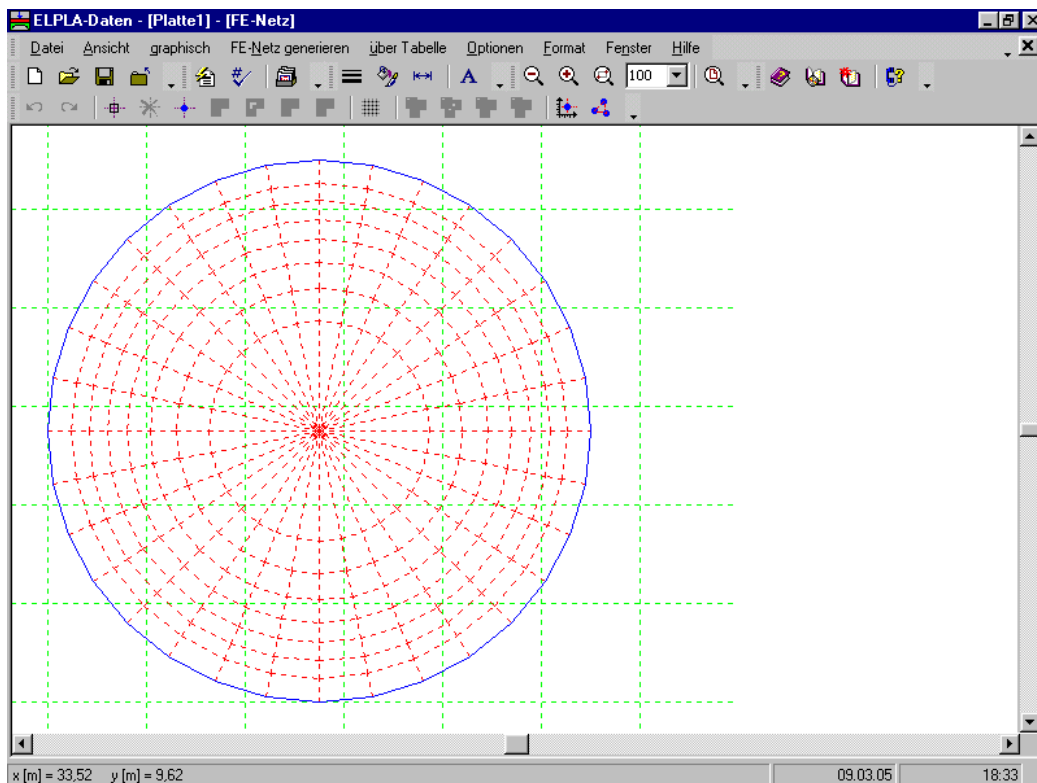

Bild 3-12 Generiertes FE-Netz auf dem Bildschirm
*ELPLA* generiert ein geeignetes FE-Netz für die kreisförmige Platte von 22 [m] Durchmesser mit 8 kreisförmigen Teilungen. Das folgende eingebettete Programm im Bild 3-12 erscheint mit dem generierten Netz.
- Wählen Sie den Befehl "FE-Netz speichern" aus dem "Datei"-Menü im Bild 3-12, um die Daten des FE-Netzes zu speichern
- Wählen Sie "FE-Netz schließen" aus dem "Datei"-Menü im Bild 3-12, um das eingebettete Programm "FE-Netz" zu schließen und zum Hauptfenster des Programms *ELPLA-Daten* zurückzukehren